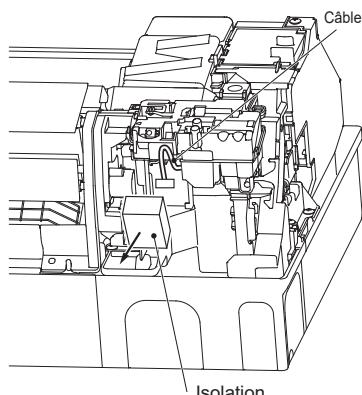

Fig. 1
- (1) Retirez le câble de plomb fixé au support de capteur de réfrigérant, puis connectez-le à la carte du capteur de réfrigérant. (Fig.1)
- (2) Retirez l'isolant et retirez le câble de plomb sous l'isolant. Jetez l'isolant. (Fig. 1)